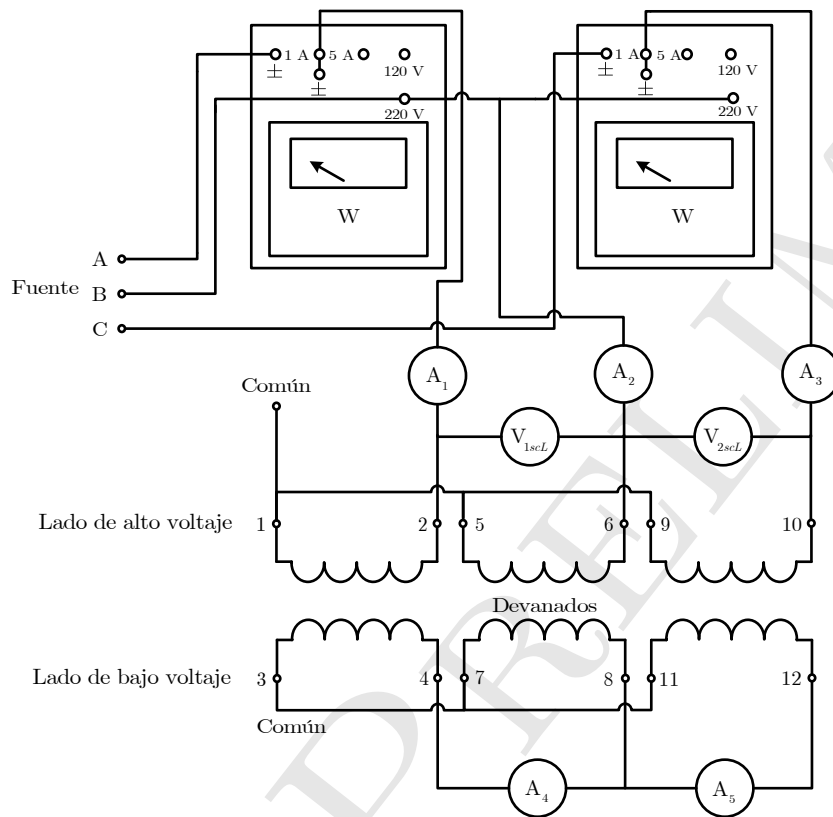

Figura 3: Prueba de cortocircuito.
- 4.1. Armar el circuito mostrado en la Figura 3.